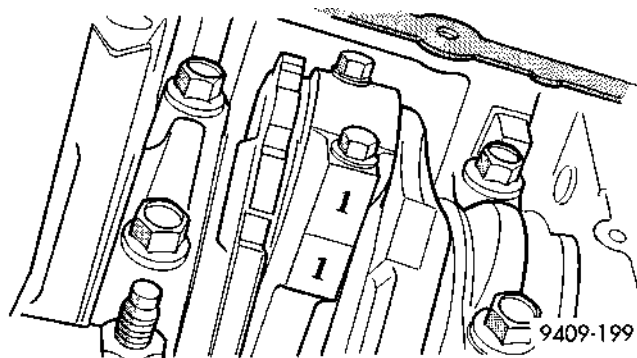

Fig. 79 Identificación de la biela en el cilindro
- (2) Retire el colector de aceite. Escriba el número de cilindro en el lateral de la biela y tapa (Fig. 79) para la identificación.